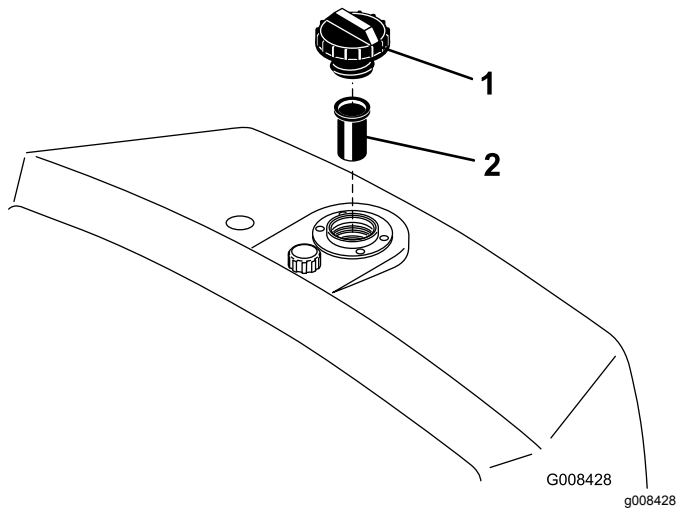

Figura 48
2. Retire el tapón del depósito y compruebe el nivel de fluido. El nivel de líquido debe llegar a la parte inferior del filtro de malla del cuello de llenado (Figura 48).